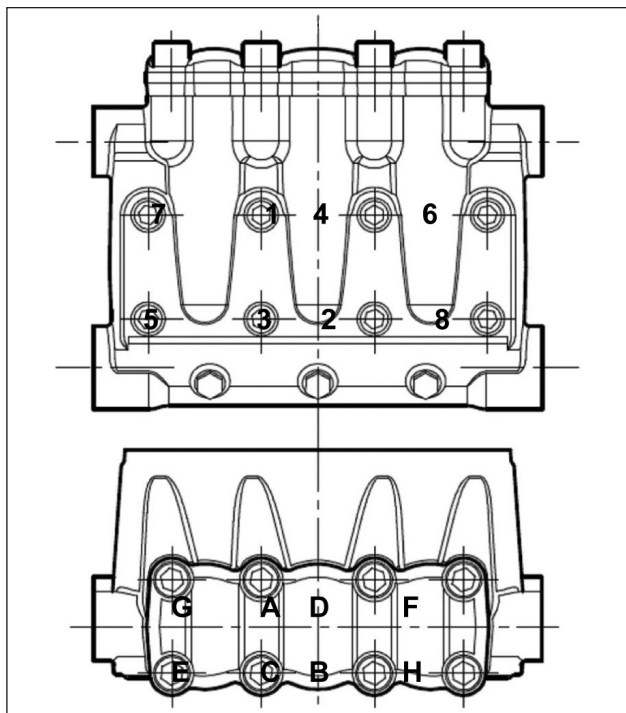

Fig. 34
** Os parafusos de fixação do cabeçote da pos. de explosão 47 podem ser apertados com chave dinamométrica, respeitando a ordem relacionada no esquema da (Fig. 34).
*** Os parafusos de fixação da cobertura da válvula pos. de explosão 45 devem ser apertados com chave dinamométrica, respeitando a ordem relacionada no esquema da (Fig. 34).